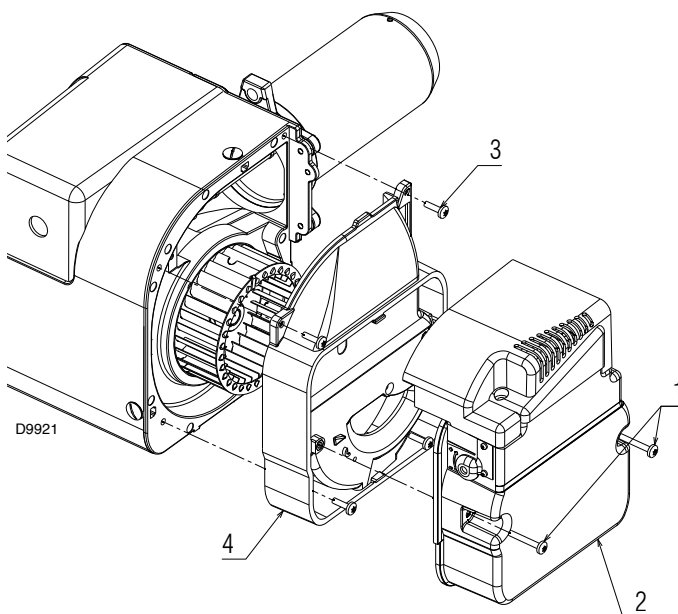

Fig. 15
- dévisser les vis 1)(Fig. 15) et retirer le volet d'air 2);